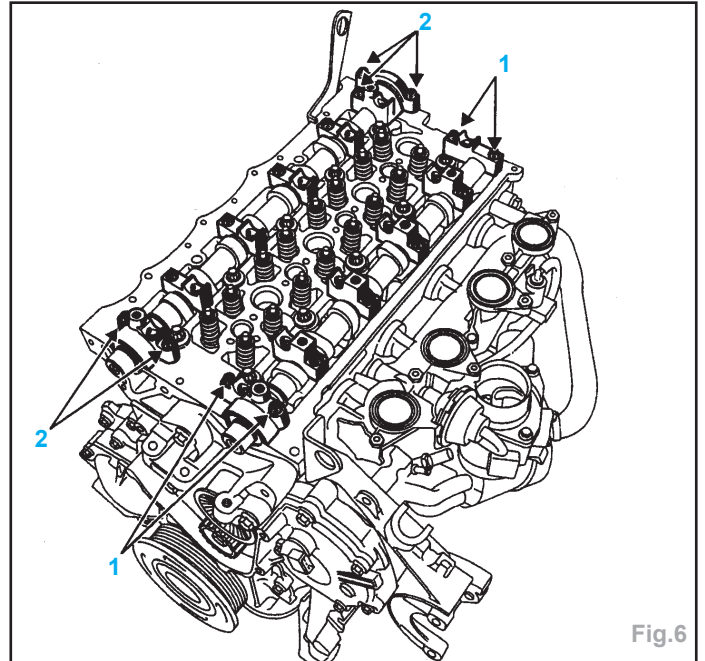

Fig.6
- G9T (Fig.6) .....a) vis (1) paliers 1 et 6 (admission) à 1,2
b) vis (2) paliers 1 et 6 (échappement) à 1,2